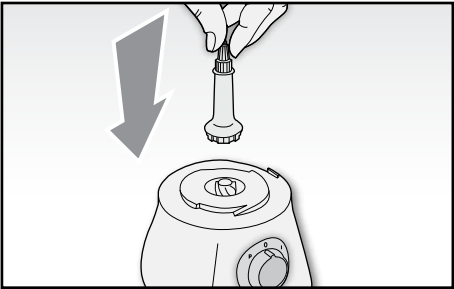

Fig. 2
**ATTENZIONE:** Prima di pulire l'apparecchio e di installare o rimuovere accessori, assicurarsi sia scollegato dalla rete elettrica e che la manopola di funzionamento (A) sia su "0".
- Inserire il perno motore (C) nell'apposito alloggiamento sul corpo motore (B) (Fig. 2).